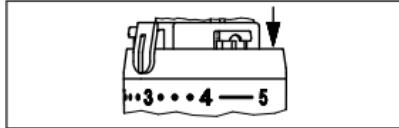

Fig.8
3. Per limitare la posizione di "massima temperatura", la seconda clip di limitazione dovrà essere inserita nella sede subito dopo alla posizione „4“ (Fig. 8).